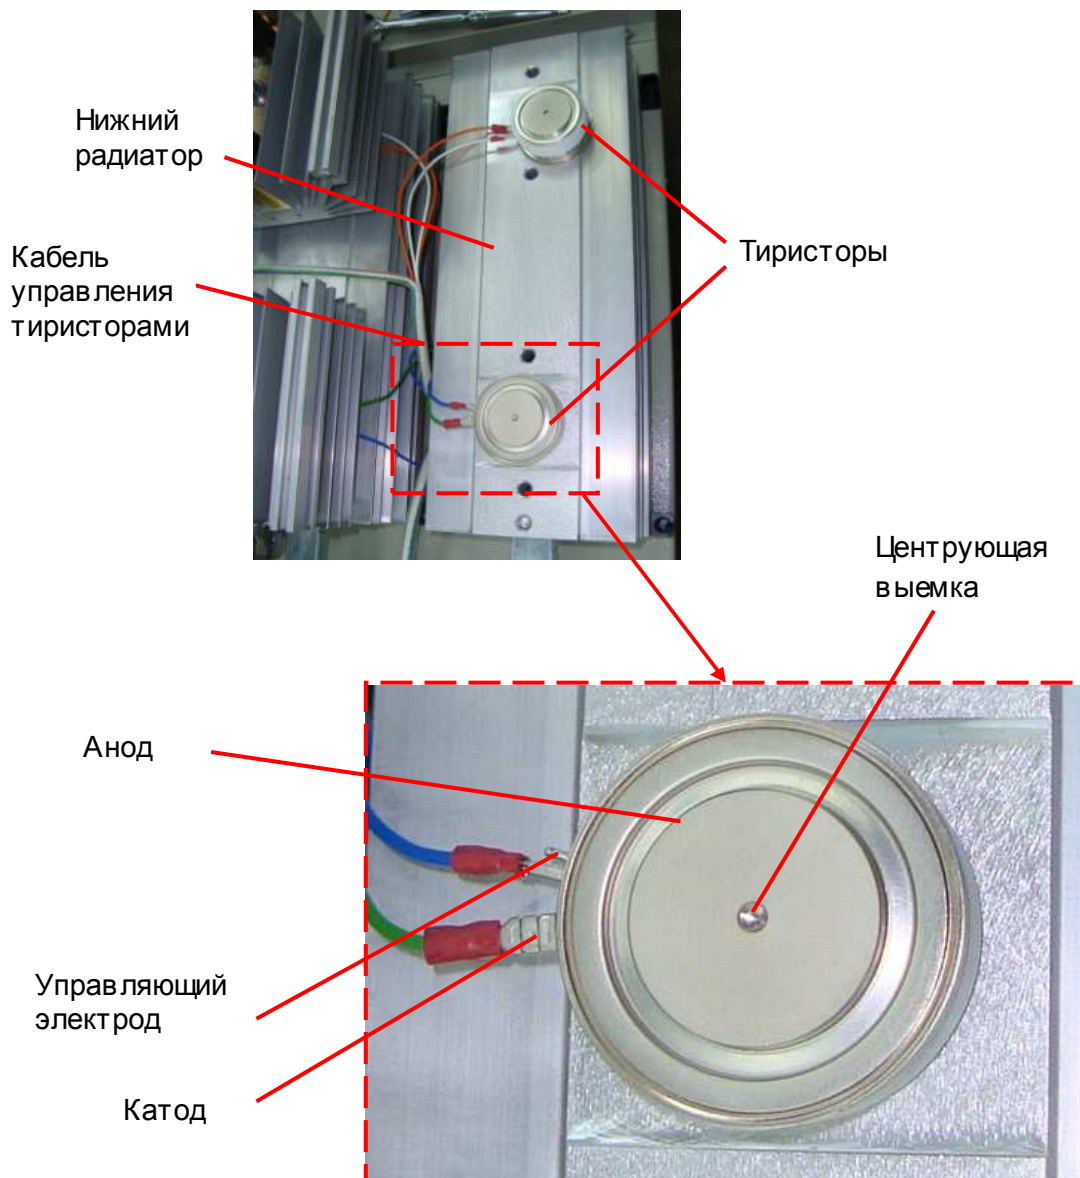

Рис. 7.2
- 7.1.1.2. Подсоединить разъемы кабеля управления к клеммам катода (провода зеленого и оранжевого цвета) и управляющего электрода (провода синего и белого цвета) тиристоры в соответствии с рис. 7.2.
- 7.1.1.3. Установить тиристоры на радиатор (рис. 7.2), обращая внимание на их взаимную ориентацию. Центрующие выемки на тиристорах должны совпасть с центрующими штырями на радиаторах.